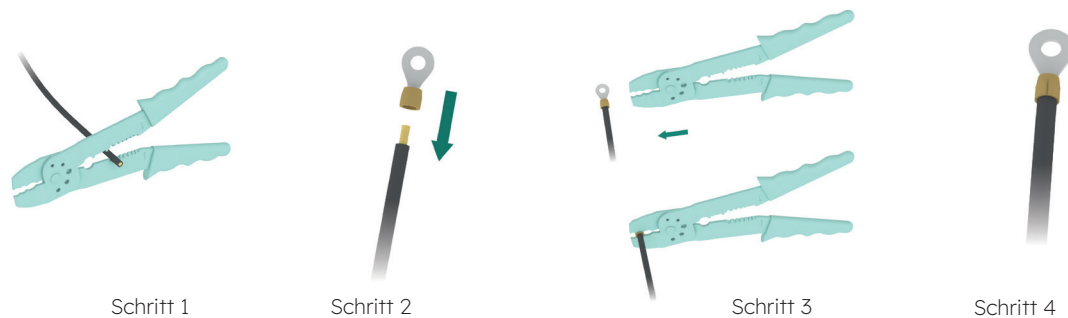

Abb. 7 Crimpen mit Ringklemme
- 5 Das Stromkabel muss mit der Ringklemme gecrimpt werden. Die Crimpschritte sind in Abb. 7 dargestellt.